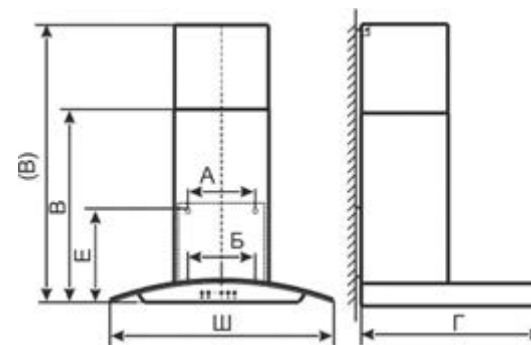

рис. 3
- 6.1 Установка кухонной вытяжки (рис.3):